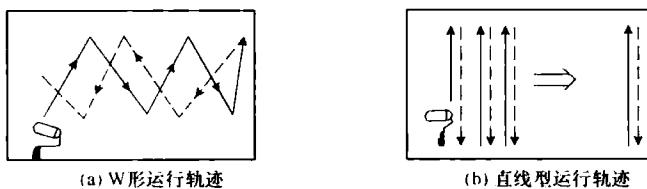

图1-8 滚涂时滚筒的运行轨迹
①滚刷涂料当滚筒压附在被涂物表面初期,压附用力要轻,随后逐渐加大压附用力,使滚筒所沾附的涂料均匀地转移附着到被涂物的表面。
②滚涂时其滚筒通常应按W形轨迹运行,如图1-8(a)所示,滚动轨迹纵横交错,相互重叠,使漆膜厚度均匀。滚涂快干型涂料或被涂料表面涂料浸渗强的场合,滚筒应按直线平行轨迹运行,如图1-8(b)所示。